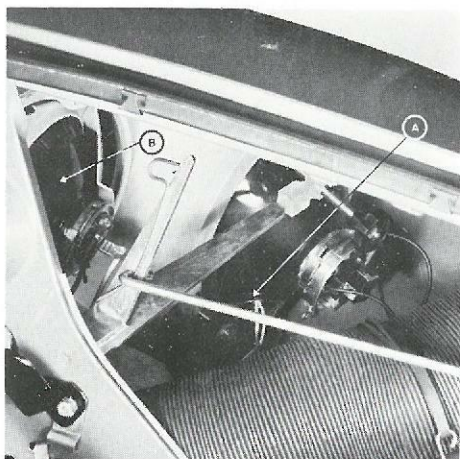

Abb. 1
- A (Abb. 1 Seite 29): Auf der Außenseite die Reflektoren Abblendlicht/Fernlicht mit **großem Durchmesser**, mit im Scheinwerfereinsatz sitzenden Standlichtbirnen.
- B (Abb.1 Seite 29): Auf der Innenseite die besonderen Reflektoren für Fernlicht mit **kleinem Durchmesser**, mit herkömmlichen Glühlampen oder Jodbirnen.